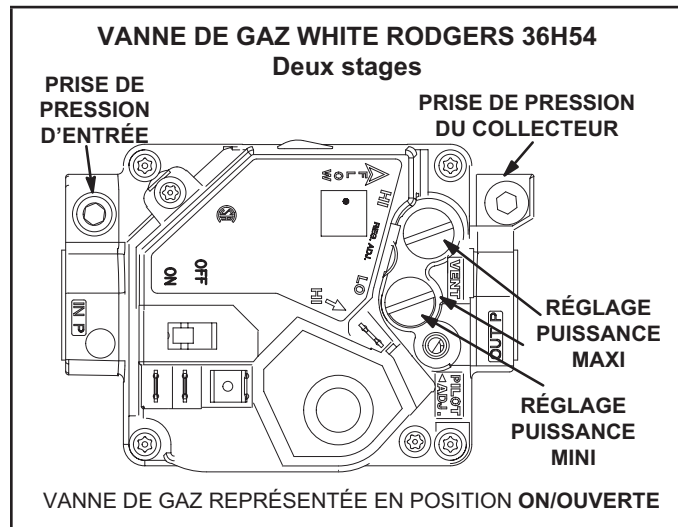
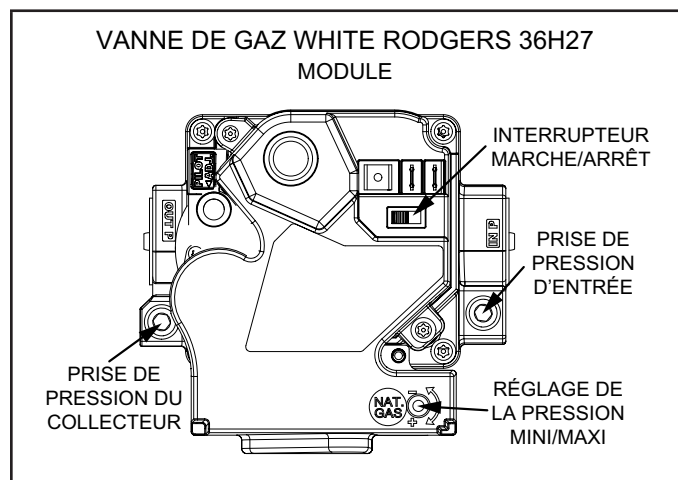

FIGURE 3
FIGURE 4
- 5 - Mettez l'interrupteur de la vanne de gaz sur **OFF/FERMÉE**. Reportez-vous à la FIGURE 3 et à la FIGURE 4.
- 6 - Attendez cinq (5) minutes pour vous assurer que tout le gaz a eu le temps de se dissiper. En cas d'odeur de gaz, **ARRÊTEZ!** Appelez immédiatement le fournisseur de gaz depuis chez un voisin et conformez-vous à ses instructions. S'il n'y a pas d'odeur de gaz, passez au point suivant.
- 7 - Mettez l'interrupteur de la vanne de gaz sur **ON/OUVERTE**. Reportez-vous à la FIGURE 3 et à la FIGURE 4.
Sur la vanne White Rodgers 36H27 et 36H27 (FIGURE 3 et FIGURE 4), la pression d'alimentation peut être mesurée en retirant la vis à tête hex. de 1/8 po. Retirez la vis à tête hex. de 1/8 po et installez un raccord ébarbé. Connectez un tube entre le raccord ébarbé et l'appareil de mesure pour mesurer la pression d'alimentation.
Sur les vannes White Rodgers 36H54 et 36H27 (FIGURE 3 et FIGURE 4), retirez le raccord ébarbé de pression d'alimentation et remettez la vis à tête hex. de 1/8 po.
Pour mesurer la pression du collecteur sur les vannes White Rodgers 36H54 et 36H27 (FIGURE 3 et FIGURE 4), retirez la vis à tête hex de 1/8 po, installez un raccord ébarbé de 1/8 po et raccordez un tube entre le raccord ébarbé et le côté « + » de l'appareil de mesure.